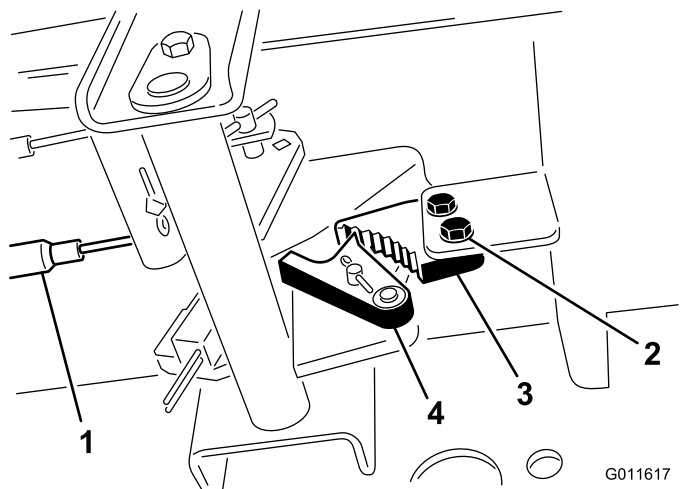

Bild 47
1. Lösen Sie die zwei Schrauben, mit denen die Sperre der Feststellbremse am Rahmen befestigt ist (**Bild 47**).
2. Drücken Sie das Pedal der Feststellbremse nach vorne, bis der Bremsauslöser ganz an der Bremssperre greift (**Bild 47**).